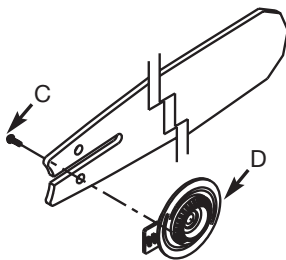

Fig. 19
3. Ceci est pour un nouveau guide-chaîne. La tronçonneuse est entièrement assemblée. Vissez (C) la plaque de tension (D) sur le guide-chaîne (Fig. 19).